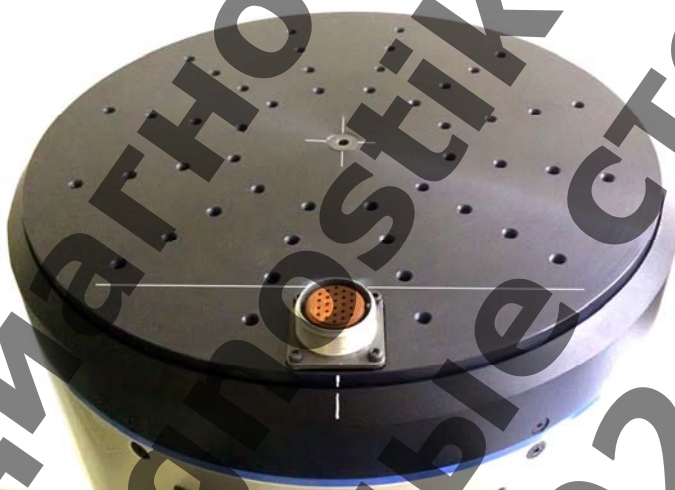

Рисунок 5.
2.2.6 Установить испытуемое изделие на планшайбу стенда и закрепить с помощью винтов таким образом, чтобы оно не выступало за обозначенную линию на планшайбе, а центр масс изделия совпадал с обозначенной на планшайбе осью вращения (рисунок 5).